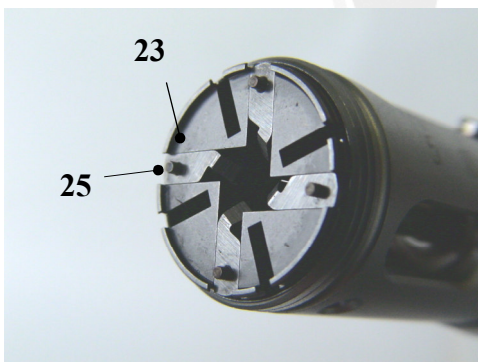

Abbildung 15
- Führungsplatte (23) wieder einbauen und die Zentrierbacken (25) einzeln einsetzen Abbildung 15.